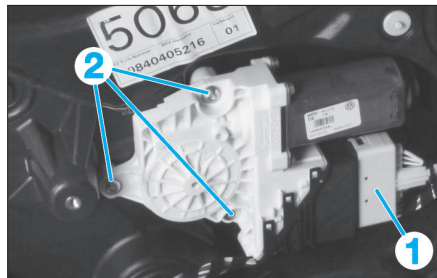

Fig. 67
- Débrancher le connecteur (1) (Fig.67).
- Déposer les trois vis (2).